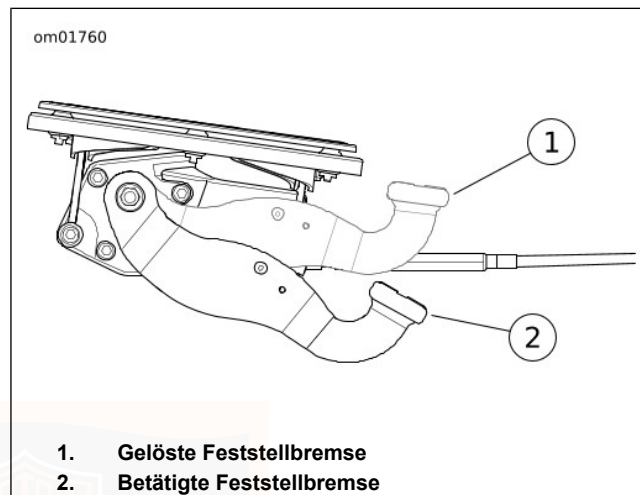

Abbildung 18. Handbremse
Siehe Abbildung 18. Das Feststellbremspedal befindet sich auf der linken Fahrzeugseite. Die Feststellbremse lässt die Bremsen für beide Hinterräder mechanisch einrasten und hindert das geparkte Fahrzeug so daran, wegzurollen. Die Kontrollleuchte für die Feststellbremse leuchtet auf, wenn die Feststellbremse aktiviert wird.
4. Siehe Abbildung 18. Das Feststellbremspedal fest mit dem linken Fuß herunterdrücken, bis es nicht mehr weiter heruntergedrückt werden kann.
2. Siehe Abbildung 18. Mit dem linken Fuß fest das Feststellbremspedal herunterdrücken und loslassen. Die Feststellbremse kehrt zur losgelassenen Position zurück.